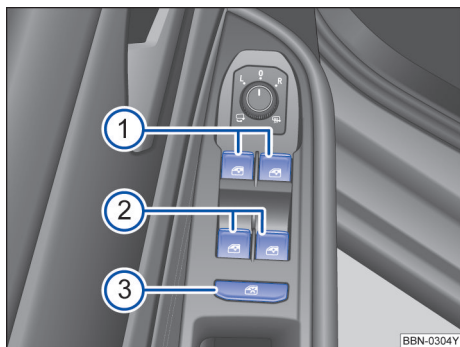

图 65 在驾驶员侧车门内：前部和后部车窗升降器的按钮
→ 图 65 的图例：
：安全按钮→ 图 65③ 停用后门车窗控制按钮。这时按钮中的黄色指示灯亮起。